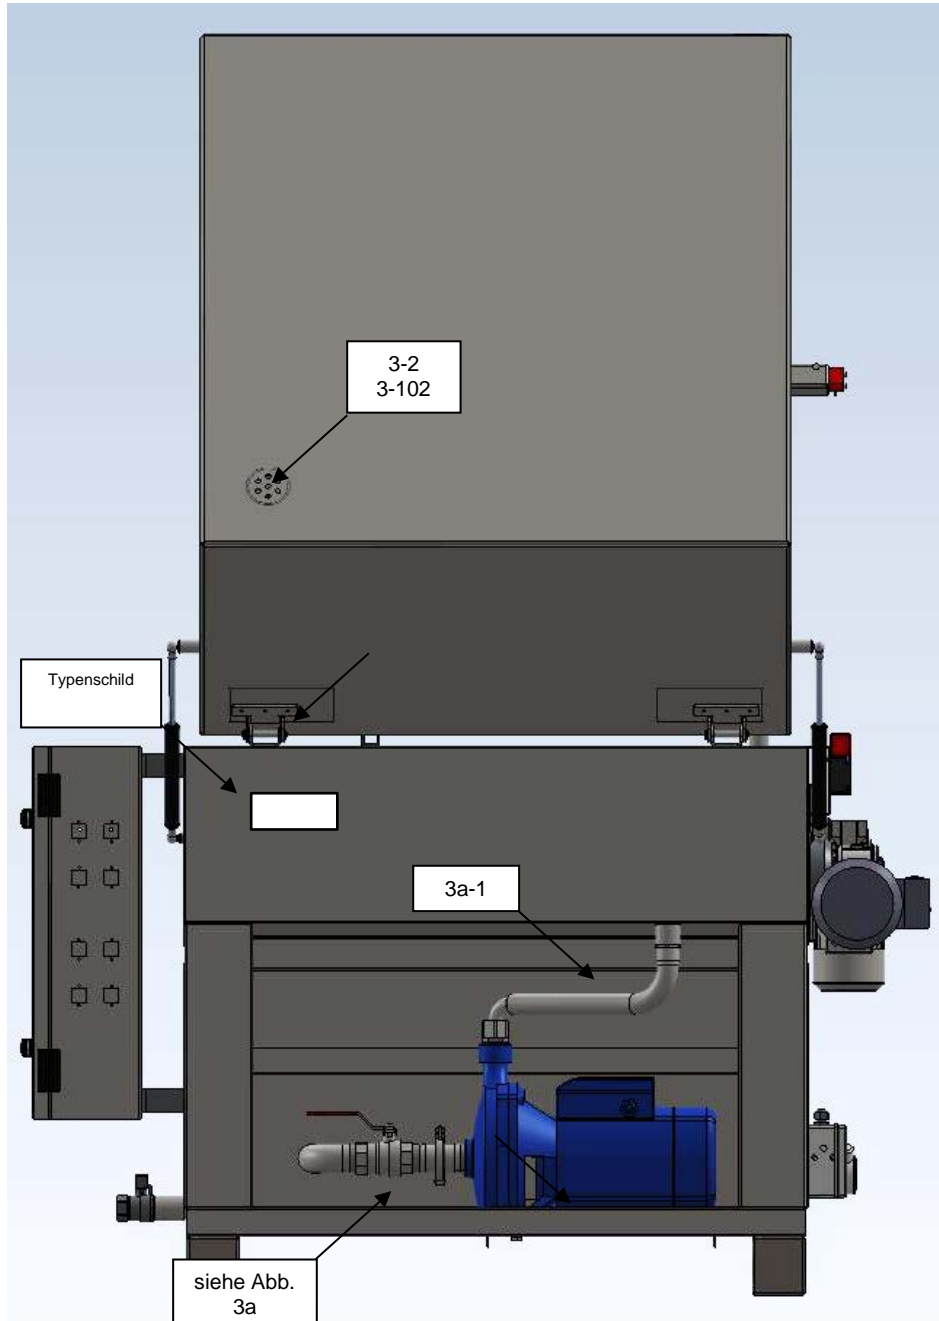

Abb. 3 Ansicht der Rückseite
Der Deckel ist an zwei Scharnieren befestigt, siehe Abb. 3 (Pos. 3-1), so dass er sich frei bewegen kann. Beide Scharniere sind durch Sicherungsscheiben (Pos. 3-92.1) gegen Herausziehen aus dem Gitter gesichert.
Die Waschflüssigkeit bewegt sich in zwei Kreisläufen, siehe Abb. 3, 3a:
- Durchführung einer Gesamtkontrolle der Vollständigkeit und Unversehrtheit der in Abschnitt 2 beschriebenen Maschinenteile, einschließlich des Herstellerschildes, siehe Abbildung 3;